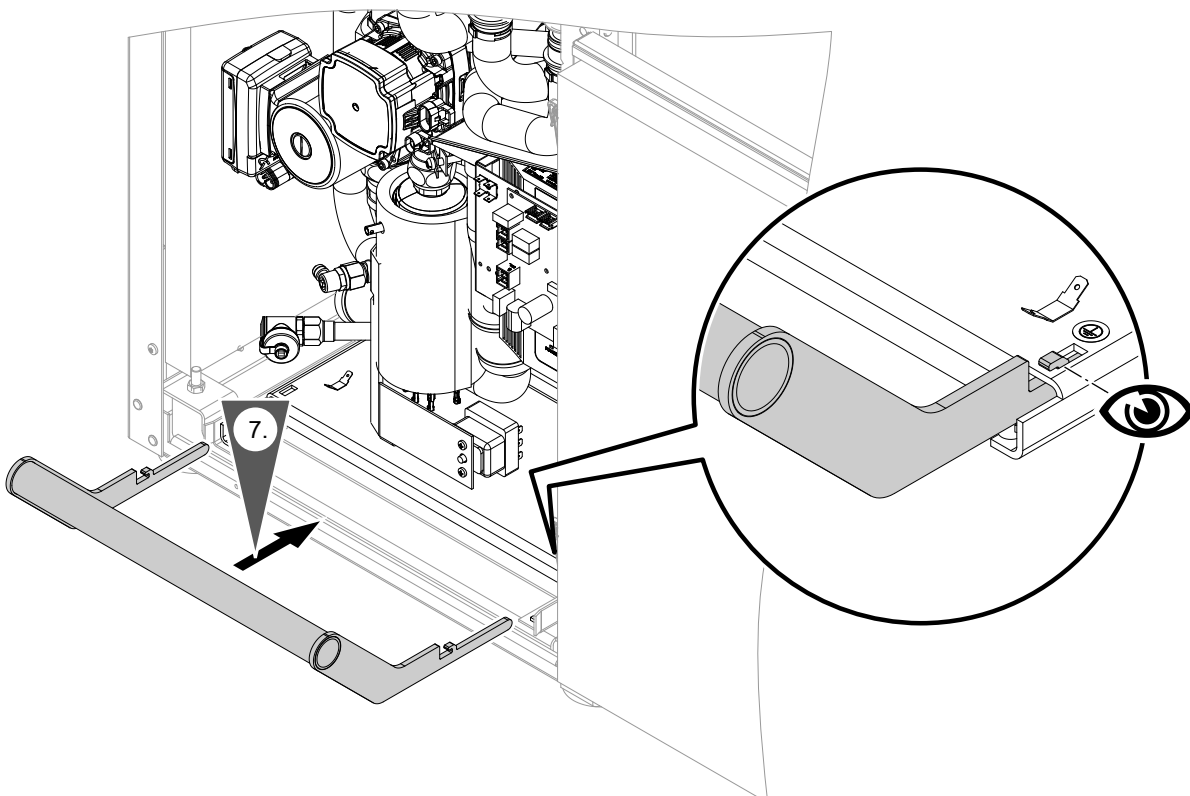

Abb. 6
1. Beide Bügel der Tragehilfe am Wärmepumpenmodul vorn und hinten einstecken: Siehe Abb. 6 auf Seite 15.